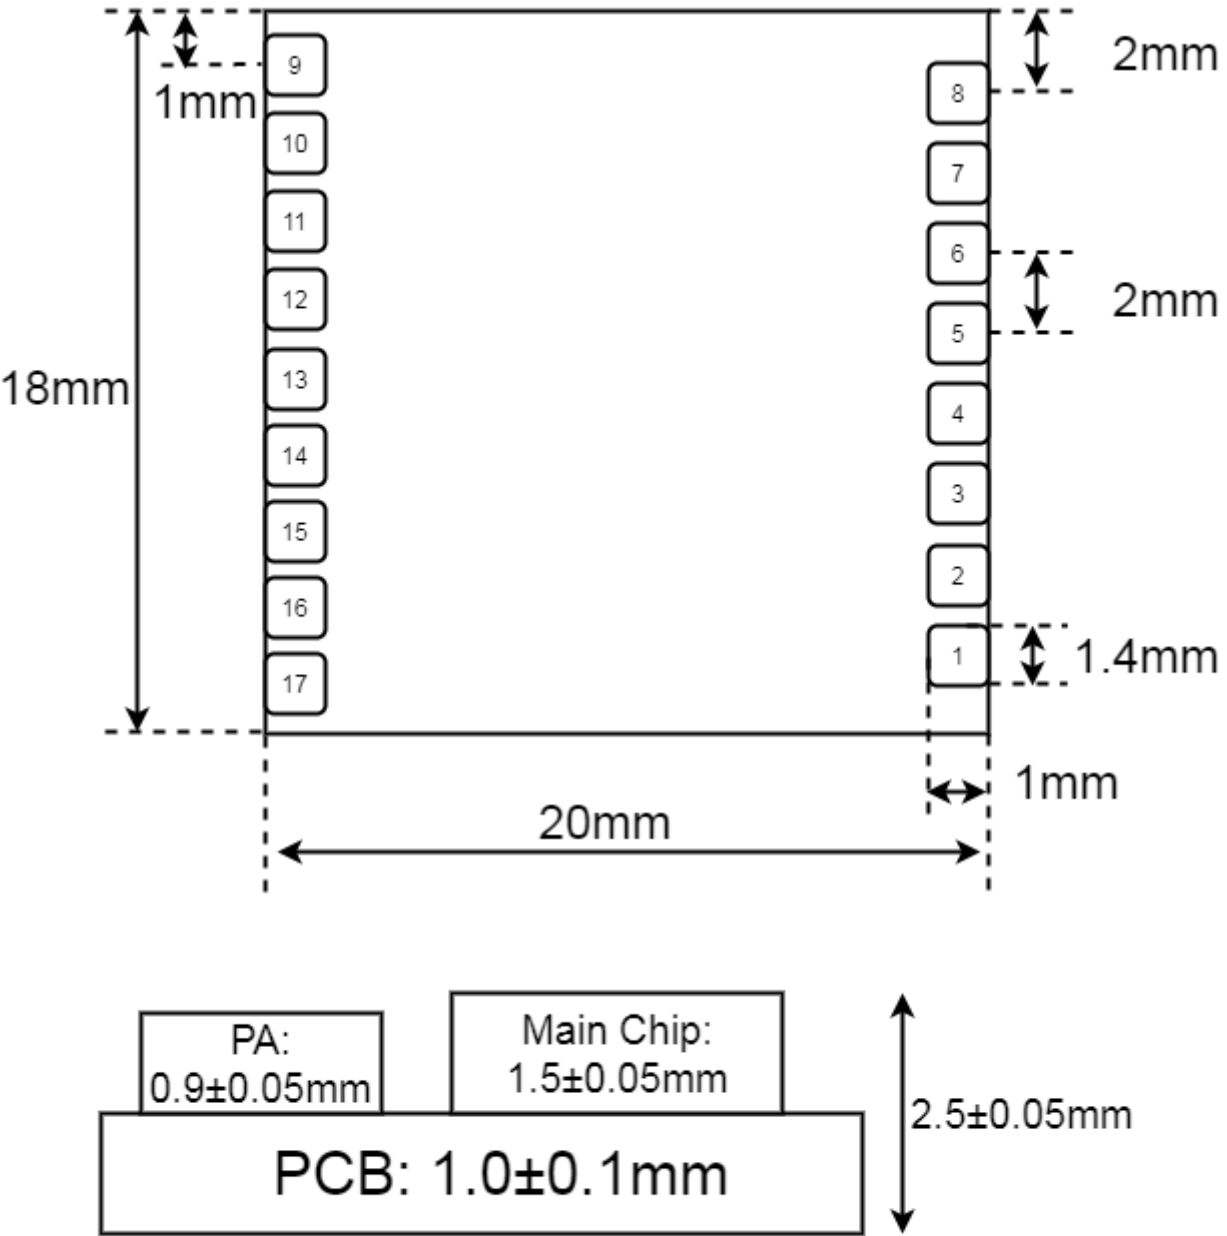
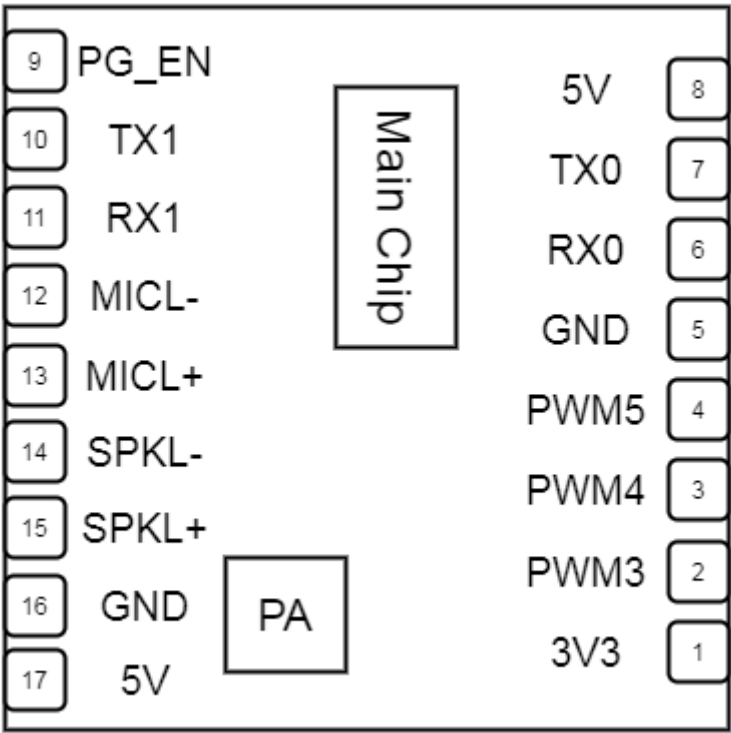

图5 模块尺寸图
图6 模块引脚图
如图5所示，用户可根据此尺寸设计结构。
- 3. 底板请在串口电路串接100欧电阻，若为5V电平信号，需在串口增加上拉10k电阻到5v电源。UART0接口可用于模块固件升级，底板上请设计对应的插针方便后续升级；UART1接口与主控MCU通讯，PWM信号主要应用于灯控和红外控制信号的收发，引脚顺序请参考图5和图6。本模块的所有UART接口均可配置为GPIO口。